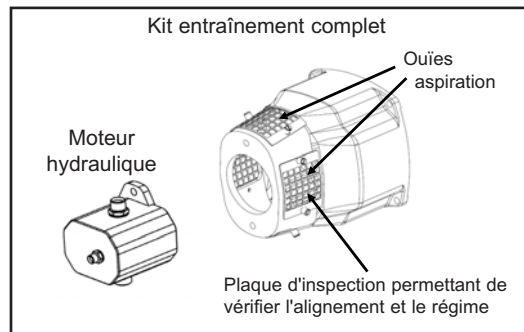

Figure 6
1. Si le compresseur doit être entraîné hydrauliquement, MOUVEX peut fournir un kit d'entraînement standard pour le montage direct du moteur ou de la pompe hydraulique. MOUVEX peut également fournir le moteur hydraulique ; voir la figure 6.
3. Si les accouplements sont alignés correctement, le manchon extérieur en plastique doit avoir un jeu axial de 0,19 pouce (5 mm) sur une rotation de 360°. Vous pouvez le vérifier en enlevant la plaque d'inspection ; voir la figure 6.